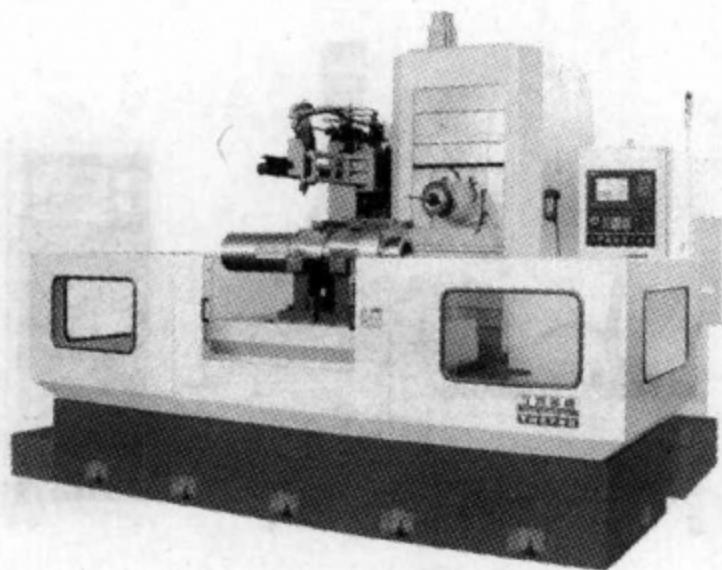

图 1-3 卧式加工中心
b. 加工中心 加工中心是指带有刀库（带有回转刀架的数控车床除外）和刀具自动交换装置（Automatic Tool Changer, ATC）的数控机床。通常所指的加工中心即带有刀库和刀具自动交换装置的数控铣床。如图 1-3 所示为卧式加工中心。